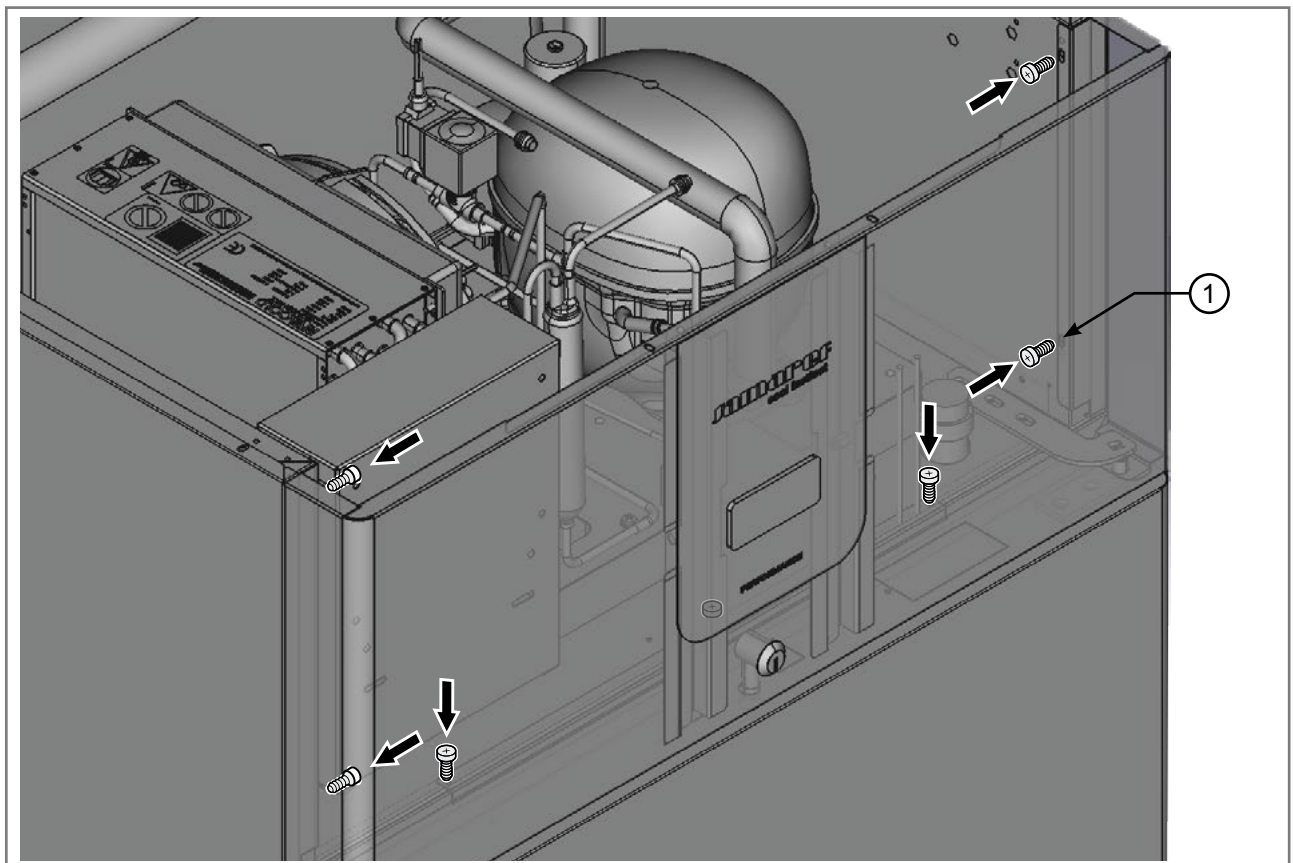

Abb. 3.30 - Schrauben des Armaturenbretts
- Die 6 Schrauben (1 – Abb. 3.30) des Armaturenbretts festziehen.